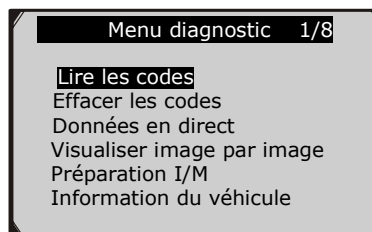

Figure 4.3
- 1) Utilisez les boutons de navigation **HAUT/BAS** pour sélectionner **Effacer les codes** du **Menu de Diagnostics** et appuyez sur le bouton **OK**. (Figure 4.3)
- 1) Pour afficher les données en direct, utilisez le bouton de navigation **HAUT/BAS** pour sélectionner **Données en direct** du **Menu de diagnostic** et appuyez sur le bouton **OK**. (Figure 4.3)
- 1) Pour afficher les données image par image, utilisez le bouton de navigation **HAUT/BAS** pour sélectionner **Affichage Arrêt sur image** du **Menu diagnostic** et appuyez sur le bouton **OK**. (Figure 4.3)